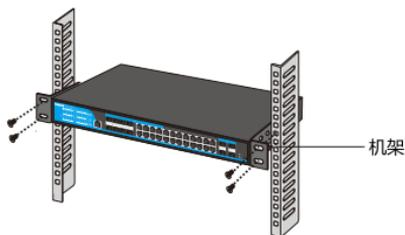

图1.1.2 交换机安装示意图
- 4.用螺钉将L型支架固定在机架两端固定的导轨上，确保交换机稳定、水平的安装在机架上，如图1.1.2所示。